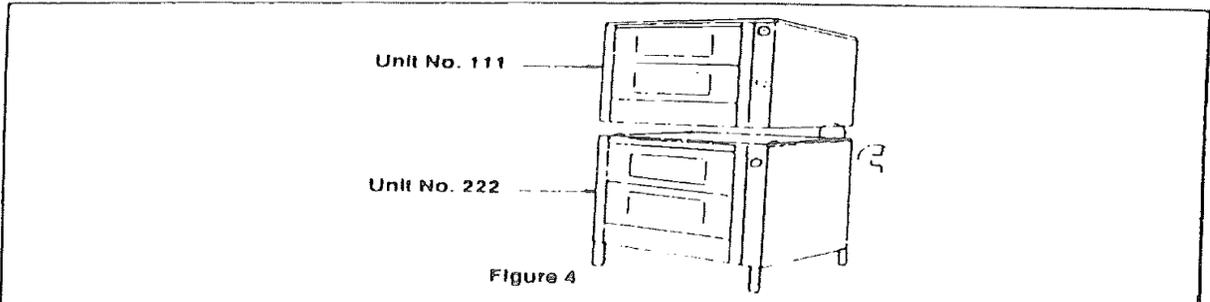

Figure 4
## Modèles de- 70, 2-115, SE2-70, et SE2-115 (fig. 4 et 5)
2. Placer le module supérieur no. 111 sur le module inférieur (voir la figure 4).
### **Modèle série R2-85** (voir les fig. 4, 5, et 6, page 6)